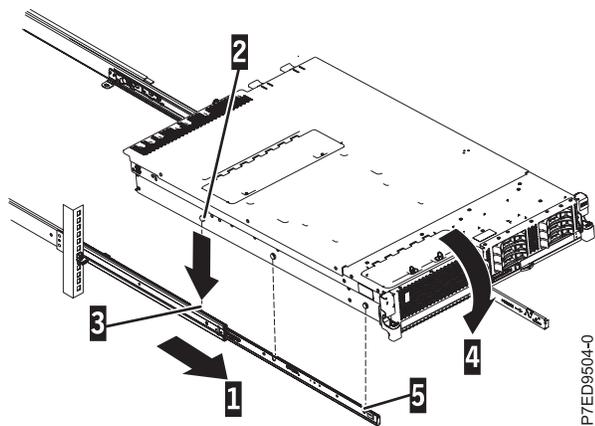

Abbildung 8. Schienen ausziehen und Nagelköpfe des Servers an den Aussparungen der Schiene ausrichten
2. Ziehen Sie die Schienen nach vorne (1), bis sie zweimal einrasten. Heben Sie den Server vorsichtig an und neigen Sie ihn so über die Schienen, dass die hinteren Nagelköpfe (2) am Server an den hinteren Aussparungen (3) an den Schienen ausgerichtet sind. Schieben Sie den Server nach unten, bis die hinteren Nagelköpfe in die beiden hinteren Aussparungen eingreifen, und senken Sie die Vorderseite des Servers (4) ab, bis die anderen Nagelköpfe in die anderen Aussparungen in den Schienen eingreifen. Stellen Sie sicher, dass die vordere Verriegelung (5) über die Nagelköpfe gleitet, wie in Abb. 8 dargestellt.